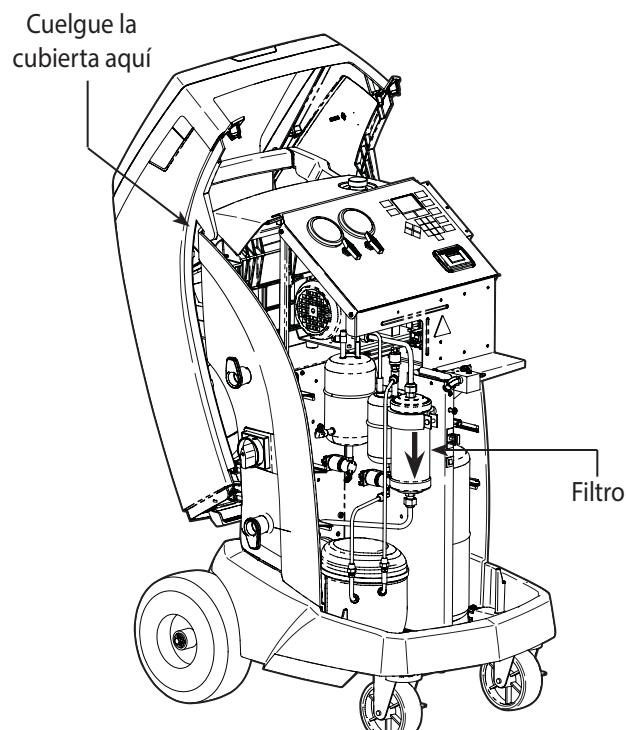

Figura 12
- Cuelgue la cubierta en la parte posterior de la máquina como se muestra en la figura 12.